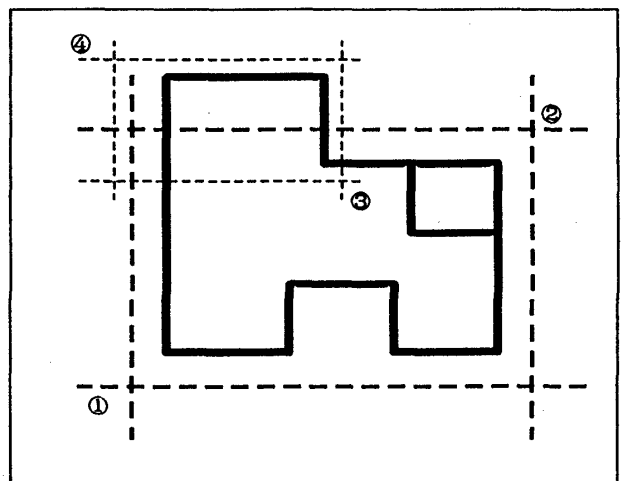

図3 屋根入力指定点
屋根の入力は、屋根をかける領域を指定することによりできる。入力の際には壁の凹凸や屋根の重なりを無視して屋根の概略の位置のみを対角線の両端をヒットすることで入力する。図3に示すように、壁の領域が実線で表されているとすると、まず①②の順に指定して大きい屋根をかけ、次に③④の順に指定して小さな屋根をかける。